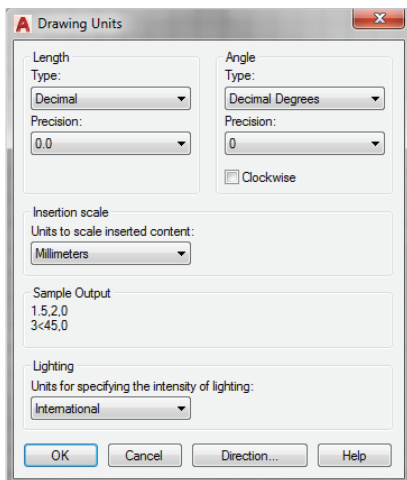

Рис. 1.12. Диалоговое окно **Drawing Units** (Единицы измерения чертежа)
1. Выбираем метрическую систему измерений. Для этого выполните команду **Format/Units** (Формат/Единицы измерения). В появившемся диалоговом окне **Drawing Units** (Единицы измерения чертежа) задайте тип единиц измерения линейных величин **Units** и их точность **Precision** (рис. 1.12). Выберите единицу измерения **Millimeters**, систему **Decimal** (Десятичные), точность до десятой части.